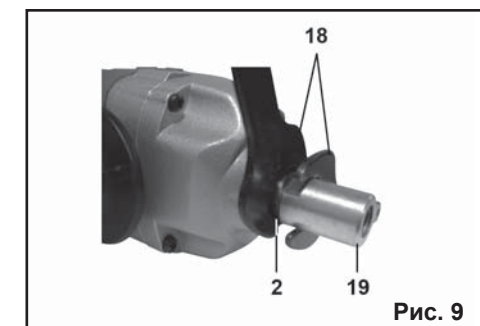

Рис. 9
7.5. Установка переходной втулки (Рис.9).